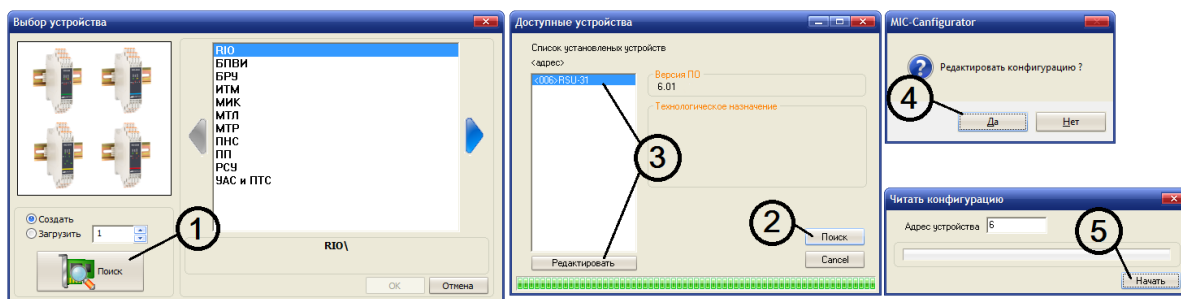

Рисунок 4.4 - Вікна програми MIC-Configurator
4.4.5.6 У МІК-Конфігураторі натиснути клавішу "Доступні пристрої" (див. рис. 4.4) і провести пошук блоку згідно з пунктом 4.4.3.